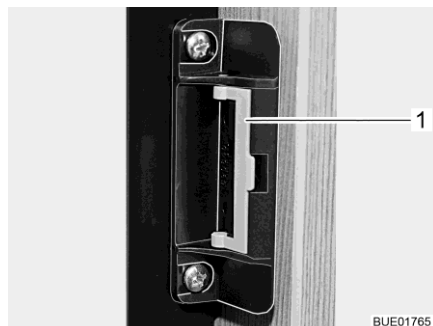
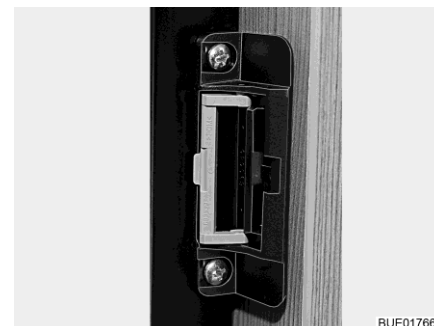

Bild 122 Låsanordning (normalläge)
Bild 123 Låsanordning (ventilationsläge)
- Sväng med bygeln (Bild 122,1) framåt (Bild 123).